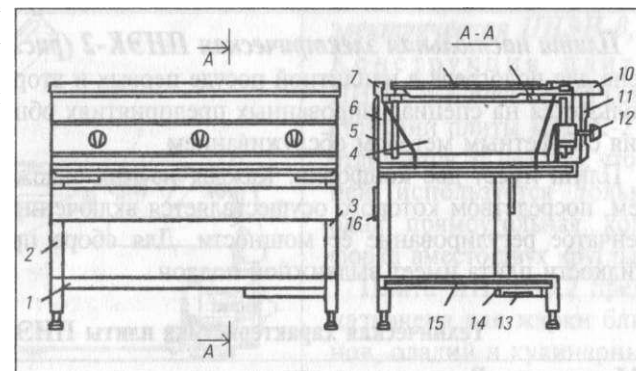

Рис. 12-4. Плита электрическая ПЭ-0,51.
**Плита электрическая ПЭ-0,51 (рис. 12-4)** служит для тепловой